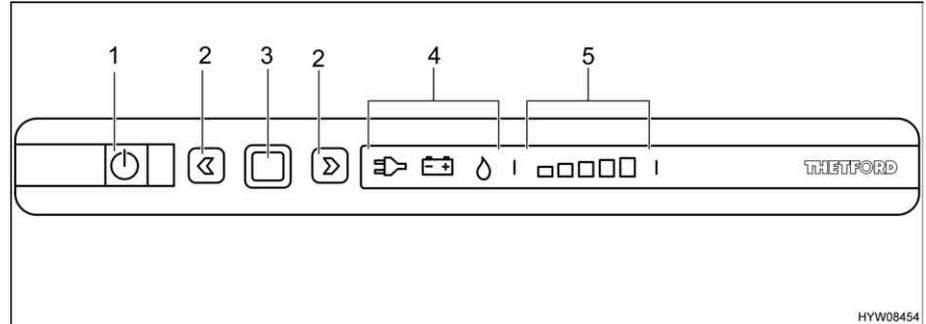

Bild 172 Bedienelemente für den Kühlschrank
Die aktuelle Betriebsart wird durch ein leuchtendes Symbol (Bild 172,4) an der Bedieneinheit angezeigt.
Nach dem Einschalten wählt der Kühlschrank automatisch die zuletzt gewählte Thermostateinstellung. Diese Einstellung kann manuell mit den Pfeiltasten (Bild 172,2) nachgeregelt werden. Die Leuchtbalken der Kühlstufenanzeige (Bild 172,5) zeigen die gewählte Thermostateinstellung an. Mit den Pfeiltasten wird die Kühltemperatur für alle drei Energiearten eingestellt. Es dauert einige Stunden, bis der Kühlschrank die normale Betriebstemperatur erreicht hat. Beim Umschalten der Betriebsart wird die Thermostateinstellung beibehalten. Die Kühltemperatur wird unabhängig von der Energieart beibehalten.
- Taste Ein/Aus (Bild 172,1) 1 Sekunde lang drücken. Taste (Bild 172,1) leuchtet grün auf. Nach ca. 10 Sekunden wird die Anzeige aus Energie-spargründen gedimmt.
- Bestätigungstaste (Bild 172,3) drücken. Die aktuelle Einstellung der Betriebsart wird angezeigt.
- Wenn nicht Betriebsart Gas eingestellt ist: Zum Ändern der Einstellung Bestätigungstaste (Bild 172,3) ca. 2 Sekunden lang drücken.
- Mit den Pfeiltasten (Bild 172,2) die Betriebsart Gas auswählen. Die Gaszufuhr ist geöffnet. Der Zündvorgang erfolgt automatisch. Ein tickendes Geräusch ist hörbar, bis der Zündvorgang erfolgreich abgeschlossen ist.
- Bestätigungstaste (Bild 172,3) ca. 2 Sekunden lang drücken.
- Bestätigungstaste (Bild 172,3) erneut drücken. Die aktuelle Kühlstufe wird durch die Leuchtbalken (Bild 172,5) angezeigt.
- Zum Ändern der Einstellung die Pfeiltasten (Bild 172,2) drücken, bis die gewünschte Einstellung angezeigt wird.
- Taste Ein/Aus (Bild 172,1) ca. 2 Sekunden lang drücken. Alle Lampen erlöschen. Der Kühlschrank ist abgeschaltet.
- Taste Ein/Aus (Bild 172,1) 1 Sekunde lang drücken. Taste (Bild 172,1) leuchtet grün auf. Nach ca. 10 Sekunden wird die Anzeige aus Energiepargründen gedimmt.
- Wenn nicht Betriebsart 230-V-Betrieb eingestellt ist: Zum Ändern der Einstellung Bestätigungstaste (Bild 172,3) ca. 2 Sekunden lang drücken.
- Mit den Pfeiltasten (Bild 172,2) die 230-V-Betriebsart auswählen.
- Wenn nicht Betriebsart 12-V-Betrieb eingestellt ist: Zum Ändern der Einstellung Bestätigungstaste (Bild 172,3) ca. 2 Sekunden lang drücken.
- Mit den Pfeiltasten (Bild 172,2) die 12-V-Betriebsart auswählen.